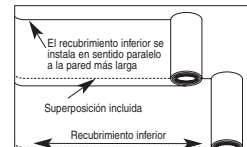

Figura 12
- El contrapiso del piso flotante está equipado con una cinta de doble faz para facilitar el encintado de las juntas precortadas traslapadas (Figura 12). Si se usa un contrapiso sin adhesivo, coloque la cinta que se incluye en todas las juntas.